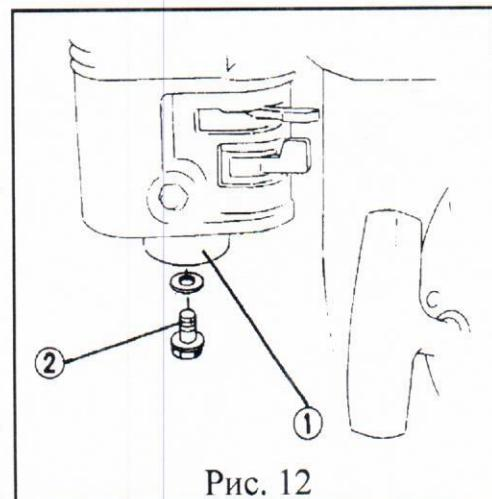

Рис. 12
3. Бензин поступает в карбюратор? Для проверки отверните сливной винт 2 (рис. 12) поплавковой камеры 1 карбюратора при положении бензокранника «ON» включено?